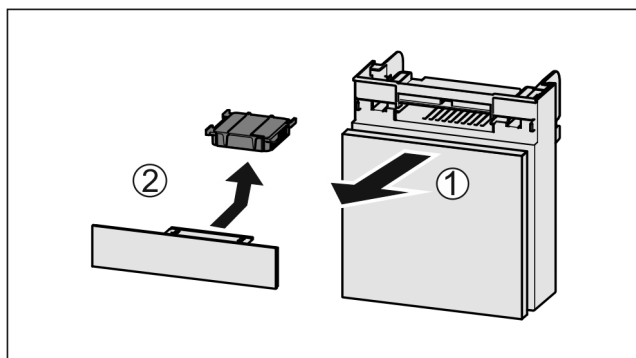

Fig. 148
- ▶ Træk rummet fremad Fig. 148 (1).
- ▶ Tag aktivkulfilteret Fig. 148 (2) ud.